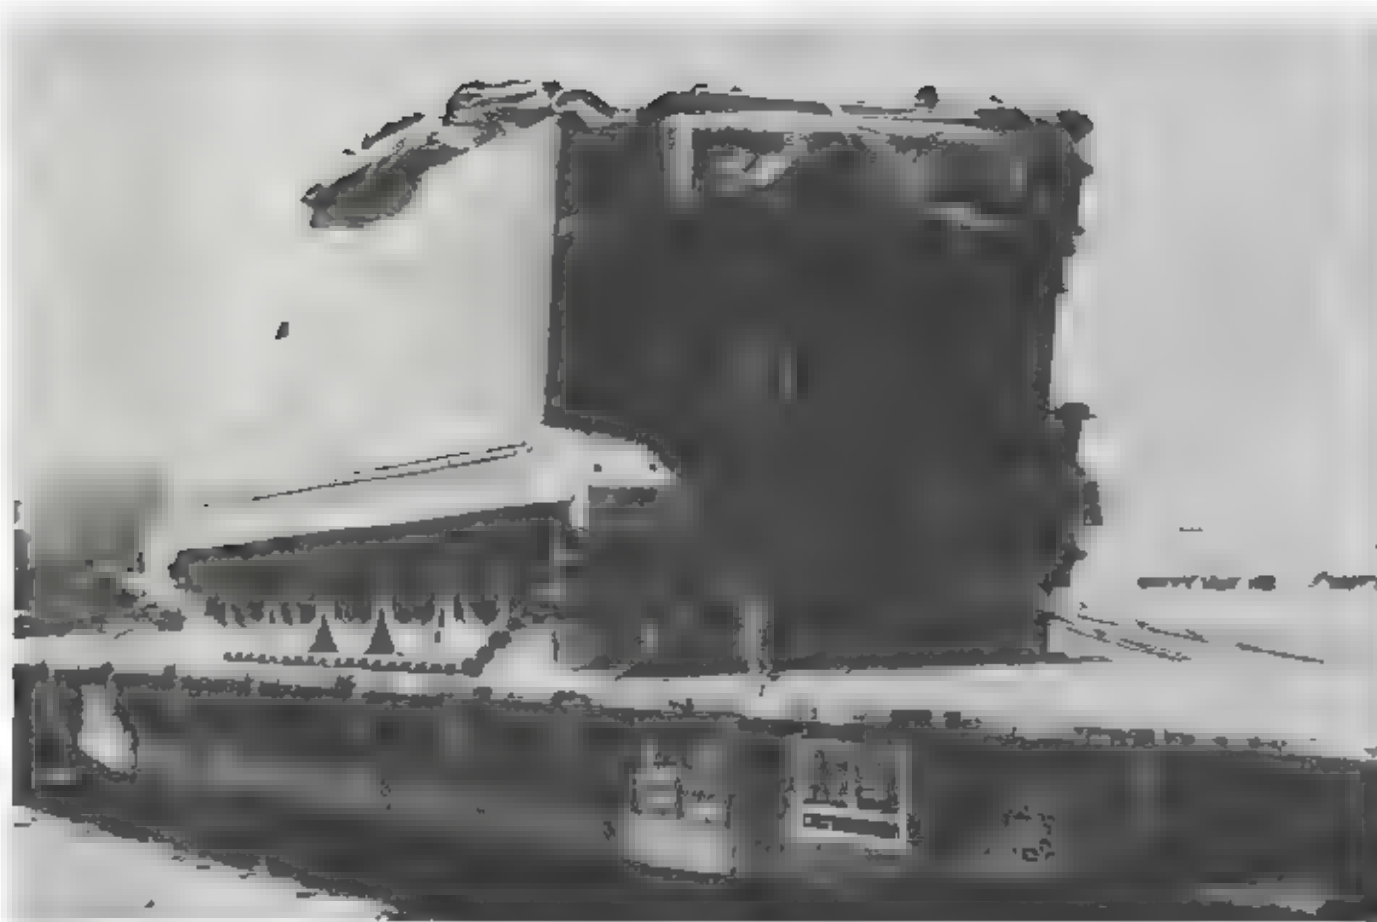

Рис. 1-25. Бронированный пусеичный командный пункт M1063 SIC-PS
**1.7-14. M1068** - Броньований гусеничний командний пункт зі Стандартизованою Інтегрованою системою командного пункту (SICPS) (рис. 1-25 and 1-26). M1068 є модифікацією M577A2. Він має нову Систему тактичного командування та управління СВ (ATCCS). Задні точки кріплення розташовані на нижній стороні M1068, а не на задніх дверях.